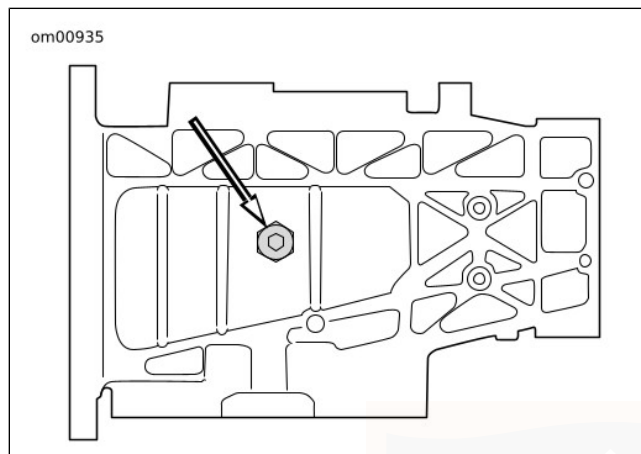

Figura 34. Tappo di scarico dell'olio del cambio (vista dal basso)
2. Vedere la Figura 34. Rimuovere il tappo di scarico dell'olio del cambio e scaricare l'olio in un apposito recipiente.